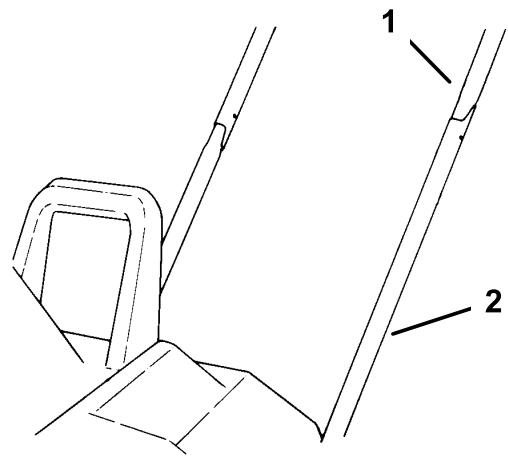

Figura 3
- Inserite con cautela il lato destro del tubo superiore sopra l'estremità del tubo laterale destro inferiore (Figura 3).
4. Inserite con cautela il lato sinistro del tubo superiore nell'estremità del tubo laterale sinistro inferiore (Figura 3).
5. Premete insieme i tubi superiori e agitate i tubi superiori verso il basso finché i fori di montaggio dei tubi superiori e inferiori non sono allineati (Figura 3).